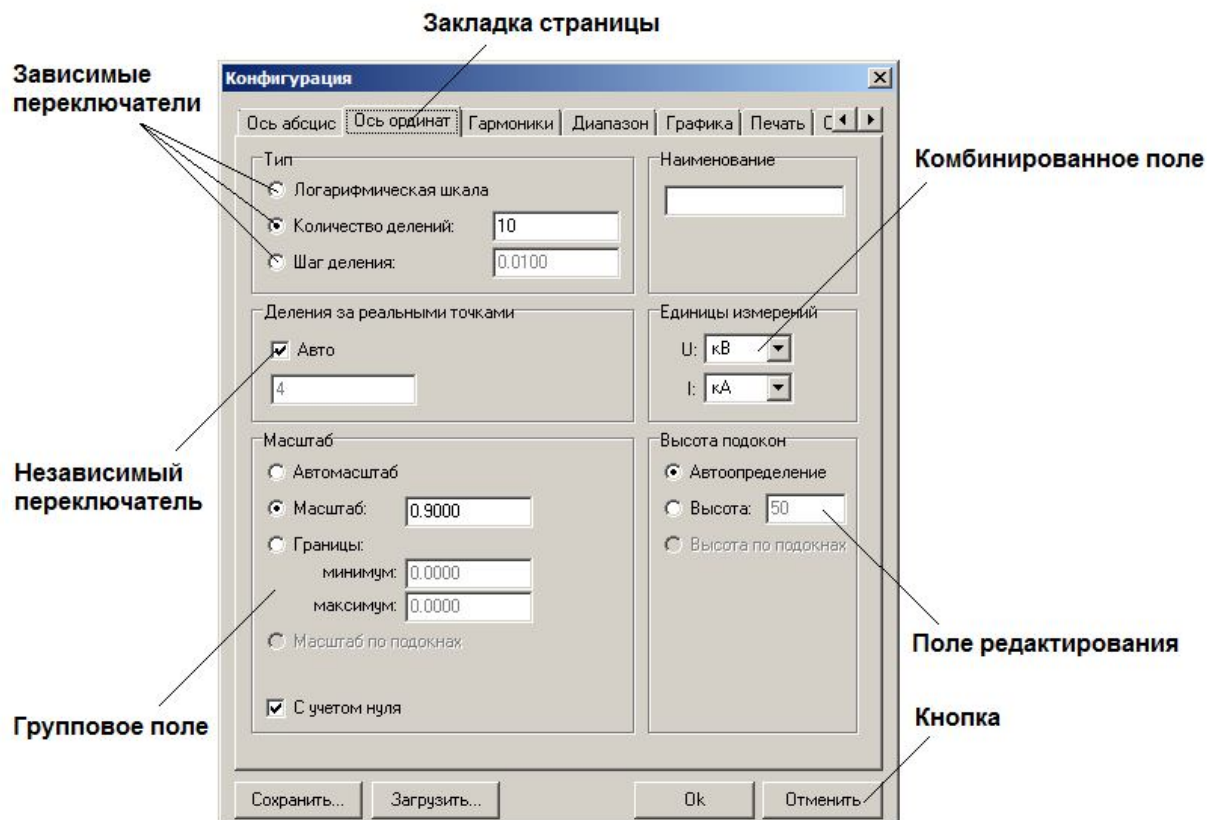

Рис. 1.4. Диалоговое окно с элементами управления и отображения
**Групповое поле** – предназначено для группирования набора элементов управления и элементов отображения информации в окне (рис. 1.4).
**Поле редактирования** – это поле, в котором можно отображать или редактировать однострочный текст (см. рис. 1.4). Для работы с этим полем его необходимо активизировать. После активизации в нем с помощью клавиатуры необходимо ввести нужный текст или отредактировать уже существующий.
**Кнопка** – элемент управления, предназначена для выполнения определенной команды. Для выполнения команды необходимо щелкнуть на кнопке (см. рис. 1.4).
**Переключатель независимый** – элемент управления (см. рис. 1.4), предназначенный для активизации определенного режима. Активизированный переключатель обозначен "галочкой", а в неактивизированном переключателе "галочка" отсутствует. Изменение режима осуществляется щелчком на переключателе. Эту операцию можно осуществить
**Переключатель зависимый** – элемент управления (см. рис. 1.4), предназначенный для активизации определенного режима. В отличие от независимого переключателя, зависимые переключатели объединяются в группу переключателей. В группе переключателей активным может быть только один. Для активизации переключателя необходимо щелкнуть на нем. Активный переключатель обозначен изображением точки. Управление с помощью клавиатуры осуществляется так же, как и для независимого переключателя.